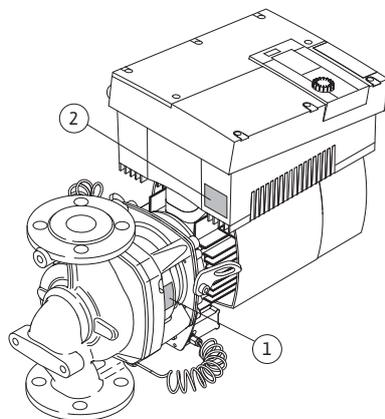

Fig. 11: Anordnung der Typenschilder: Pumpentypenschild, Elektronikmodul-Typenschild
- Das Pumpentypenschild (Fig. 11, Pos. 1) beinhaltet die Seriennummer (Ser.-No.../...), die z. B. für die Ersatzteilbestellung erforderlich ist.
- Das Elektronikmodul-Typenschild (Elektronikmodul = Inverter bzw. Frequenzumrichter) (Fig. 11, Pos. 2) gibt die Bezeichnung des verwendeten Elektronikmoduls an.